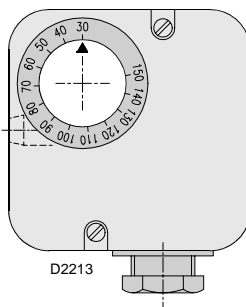

Fig. 20
- 调节蝶阀上的最高燃气压力开关 (图 20) 至量程的终止位置;